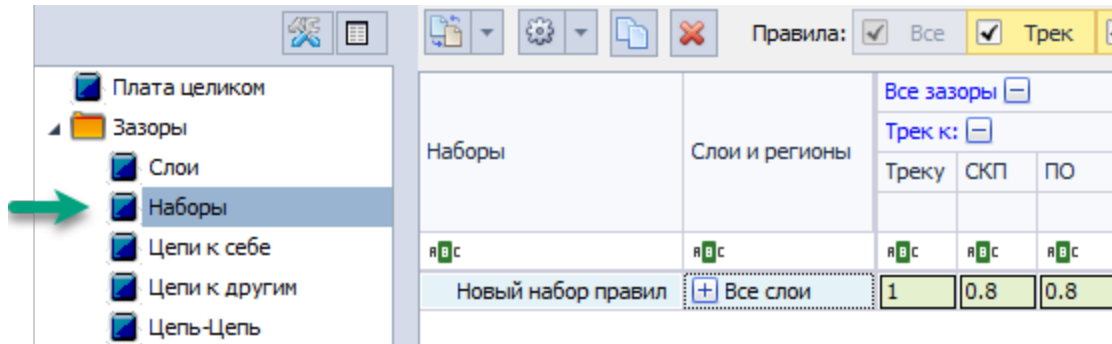

Рис. 55 Тип «Создать набор правил»
- **Создать набор правил** – набор правил не будет применен к цепям, на основании правил которых был создан. Созданный набор будет помещен в качестве шаблона в раздел «Наборы», Рис. 55;